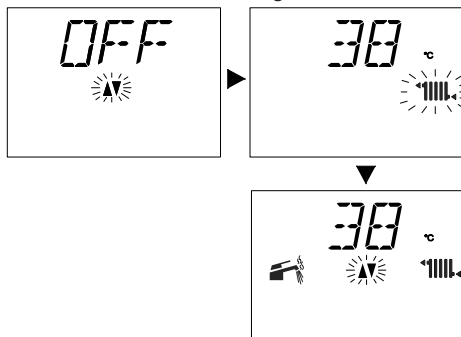

Fig. 2.8
- con regolazione temperatura mandata riscaldamento minima Fig. 2.8;